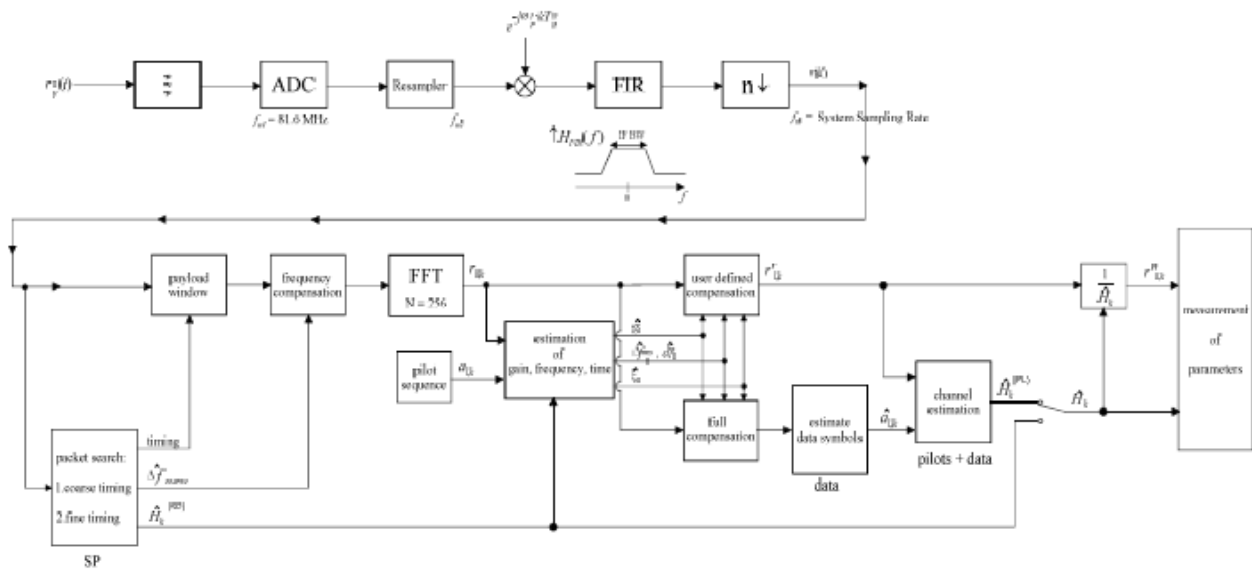

Рисунок 2-90 Обработка сигнала в приложении для IEEE 802.16 OFDM-измерений
Диаграмма с представляющими для нас интерес блоками показана на рис. 2-90. Сначала частота ВЧ-сигнала понижается до ПЧ $f_{IF} = 20,4$ МГц. Получившийся сигнал ПЧ $r_{IF}(t)$ показан на левой стороне рисунка. После полосовой фильтрации сигнал оцифровывается в аналогово-цифровом преобразователе (АЦП или ADC) с частотой дискретизации $f_{s1} = 81,6$ МГц. Эта цифровая последовательность передискретизируется с новой частотой дискретизации $f_{s2} = 80$ МГц, кратной частоте Найквиста (20 МГц). Следующий в схеме понижающий передискретизатор сдвигает ПЧ-сигнал в комплексную полосу частот модулирующих сигналов. На следующем этапе модулирующий сигнал фильтруется КИХ-фильтром. Для лучшего понимания на рисунке построена примерная передаточная функция фильтра. Фильтр выполняет две функции: во-первых, он подавляет зеркальную ПЧ, во-вторых, он ослабляет зеркальные частоты полос, вызванные последующей субдискретизацией. После фильтрации последовательность отсчетов прореживается с коэффициентом 4 (субдискретизируется). Таким образом, частота дискретизации субдискретизированной последовательности отсчетов $r(i)$ становится равна частоте Найквиста $f_{s3} = 20$ МГц. Вплоть до этого этапа цифровая часть реализована в прикладной ИС.
В общем случае грубая оценка частоты $\Delta \hat{f}_{\text{coarse}}$ (см. Рисунок 2.90) содержит погрешность. Поэтому оставшаяся погрешность частоты Δf_{rest} отражает еще не скомпенсированную девиацию частоты в $r_{l,k}$. Следовательно, общая девиация частоты испытуемого устройства (ИУ) вычисляется как $\Delta f = \Delta \hat{f}_{\text{coarse}} + \Delta f_{\text{rest}}$. Примечание: Единственной причиной для деления общего сдвига фазы в уравнении (31) на две части является возможность расчета общей девиации частоты ИУ.